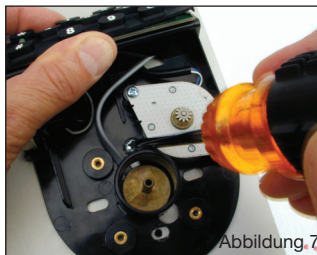

Abbildung 7
7. Drücken Sie die Tastatur-Sockel-Einheit fest an die Tresortür, und befestigen Sie sie mit den beiden Befestigungsschrauben Kaliber M4-0,7 an der Tür. (Abbildung 7) Ziehen Sie die Schrauben jedoch noch nicht fest.
10. Ziehen Sie die Befestigungsschrauben der Tastatur-Sockel-Einheit fest. (Drehmoment 1,9 - 2,25 Nm) (Abbildung 7)